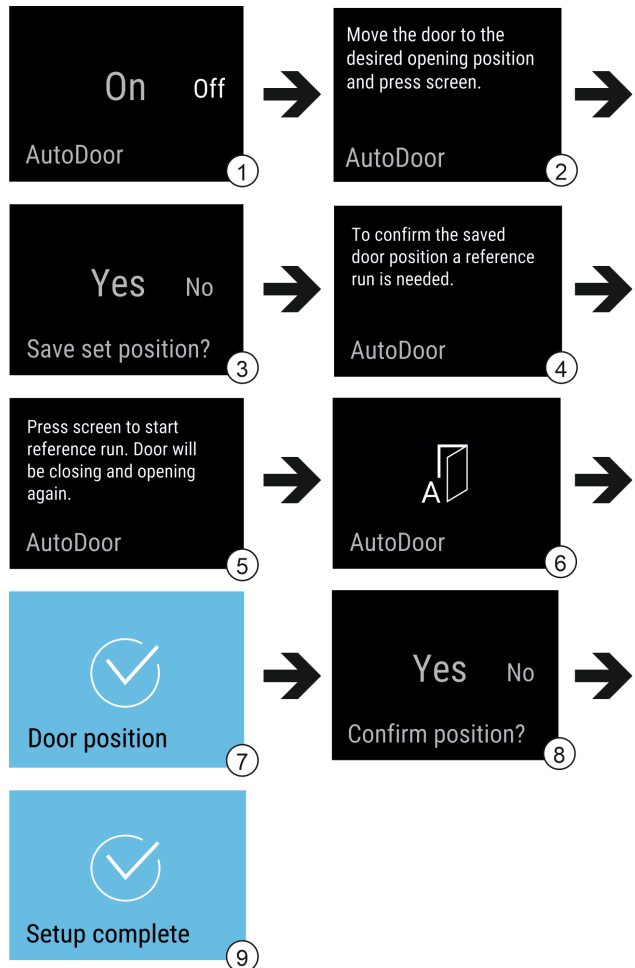

Fig. 14 Приклад відображення індикації англійською мовою
- ▶ Активувати AutoDoor: індикацію на дисплеї перемістити на On. Fig. 14 (1)
- ▶ Утримувати дисплей натиснутим протягом 3 секунд. Fig. 14 (1)
- ▶ Конфігурувати кут розкриття дверей: Відкрити двері мінімум на 70°. Fig. 14 (2)
- ▶ Підтвердити кут розкриття дверей: Торкнутись повідомлення на дисплеї. Fig. 14 (3)
- ▶ Запустити встановлення у початкове положення: Торкнутись дисплею. Fig. 14 (5)
- ▷ Дисплей блимає. Fig. 14 (6)
- ▷ Встановлення у початкове положення успішне: Дисплей стає блакитним на 2 секунди. Fig. 14 (7)
- ▶ Підтвердити кут розкриття дверей. Fig. 14 (8)
- ▷ Дисплей стає блакитним. Fig. 14 (9)